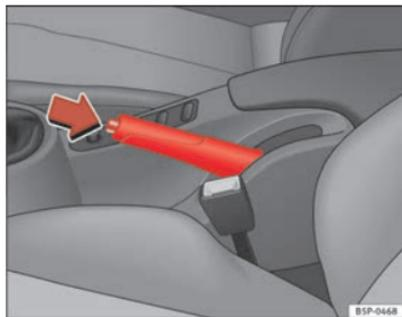

Fig. 151 Travão de mão entre os bancos dianteiros
- Puxe com força para cima a alavanca do travão de mão ⇒ **fig. 151**.
- Puxar a alavanca um pouco para cima, premir o botão de desbloqueio no sentido da seta ⇒ **fig. 151** e fazer descer completamente a alavanca ⇒ **⚠**.